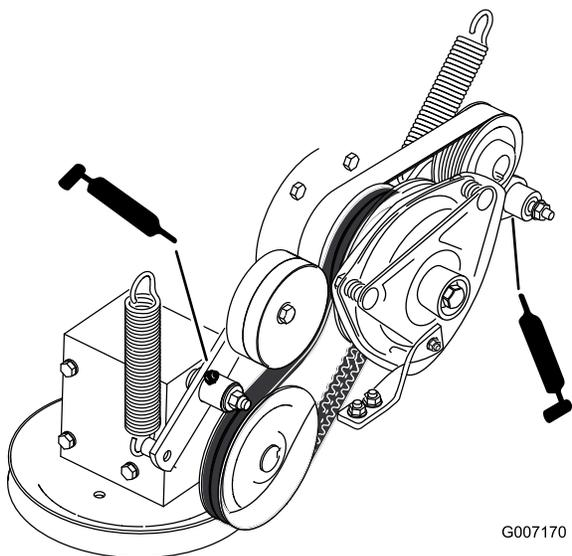

**Figure 54**
7. Lubrifiez les graisseurs des bras de poussée (Figure 53 ou Figure 54).